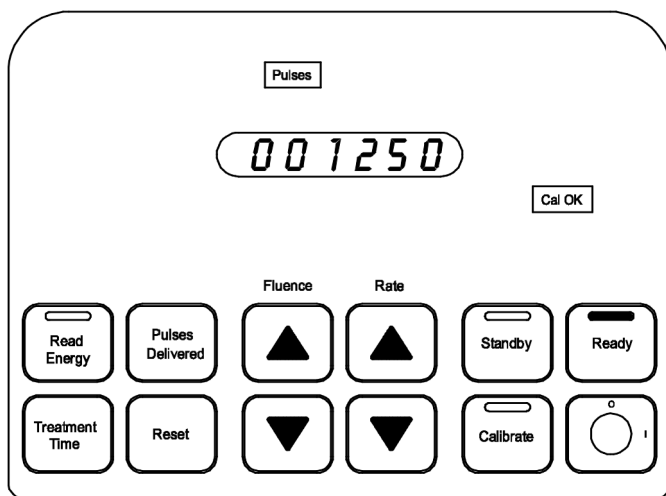

Rysunek 10
5. Naciśnięcie przełącznika nożnego spowoduje włączenie się czerwonej lampki **Lasing** (Praca lasera) i czerwonej lampki stanu w górnej części panelu sterowania (Rysunek 10).